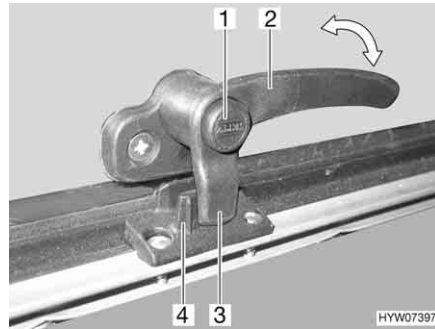
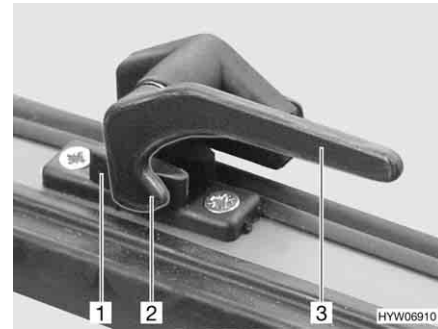

Bild 57 Verriegelungshebel mit Sicherungsknopf in Stellung "geschlossen"
Bild 58 Verriegelungshebel in Stellung "geschlossen"
- Wenn vorhanden, Sicherungsknopf (Bild 57, 1) drücken und gedrückt halten.
- Den Verriegelungshebel (Bild 57, 2 oder Bild 58, 3) eine viertel Umdrehung zur Fenstermitte hin drehen.
- Den Verriegelungshebel (Bild 57, 2 oder Bild 58, 3) eine viertel Umdrehung zum Fensterrahmen hin drehen. Die Verriegelungsnase (Bild 57, 3 oder Bild 58, 2) am Verriegelungshebel liegt komplett auf der Innenseite der Fensterverriegelung (Bild 57, 4 oder Bild 58, 1).
- in Stellung "fest verschlossen" (Bild 57 und Bild 58)